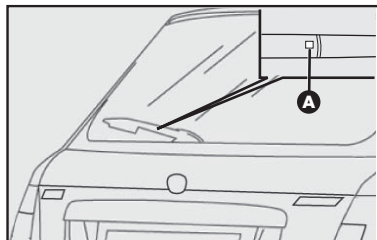

fig. 11
Substituição da palheta do limpador do vidro traseiro - fig. 11
1) Para retirar a palheta, aperte a trava **A**-fig. 11 indicada e puxe a mesma.